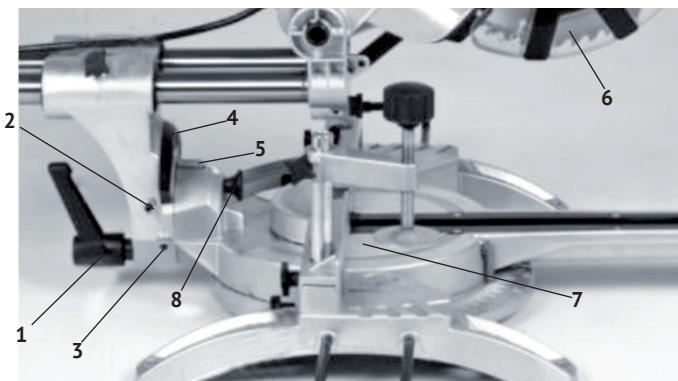

рис.7
2.7 Установка угла наклона режущего блока (рис.7)
- режущий блок имеет возможность установки заданного угла наклона относительно вертикальной оси, как влево в положении от 0 до 45°, так и вправо от 0 до 45°. Для поворота вправо необходимо освободить (вытянуть на себя) кнопку стопора (рис.7 поз.8);
- для установки угла наклона необходимо: ослабить стопорный винт (рис.7 поз.1), установить необходимый угол распила по шкале (рис.7 поз.4), поворачивая режущий блок за рукоятку пилы, и надёжно зафиксировать стопорный винт.
- установить рабочий стол (рис.7 поз.7) в нулевое положение;
- ослабить контргайку винта (рис.7 поз.2);
- установить транспортир (электронный угломер), измеряющий угол между плоскостью рабочего стола (рис.7 поз.7) и пильного диска (рис.7 поз.6);
- шестигранным ключом из комплекта поставки поворачивать винт (рис.7 поз.2) до точной установки угла 90° между диском и рабочим столом;
После установки точного положения угла, проверить положение стрелки-указателя (рис.7 поз.5) на шкале (рис.7 поз.4). При несовпадении с нулевым положением, ослабив винт крепления стрелки, откорректировать её положение и зафиксировать винтом.
- ослабить контргайку винта (рис.7 поз.3);
- шестигранным ключом из комплекта поставки поворачивать винт (рис.7 поз.3) до точной установки угла 45° (влево) между диском и рабочим столом;